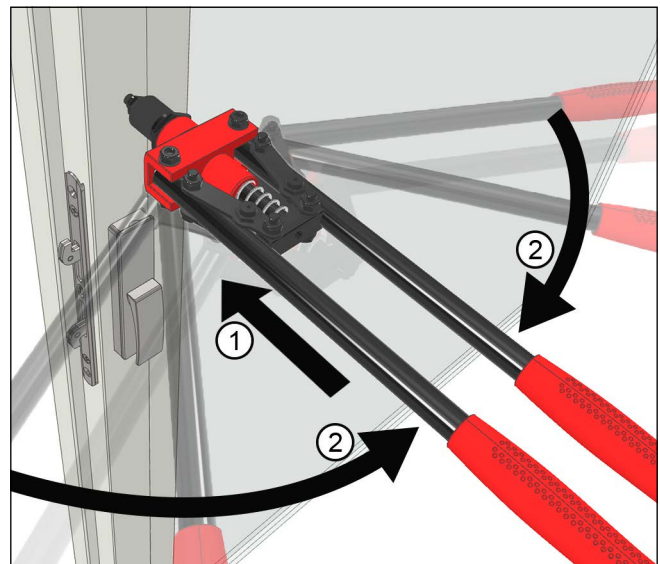

Figure 2
2. Insert the rivnut into the fabricated hole. While firmly pressing the rivnut in the hole at constant pressure, crimp the rivnut in place. See Figure 2. **Inserte el remache en el hueco fabricado. Presione el remache mientras lo empuja en el hueco usando una presión constante. Vea figura 2.**